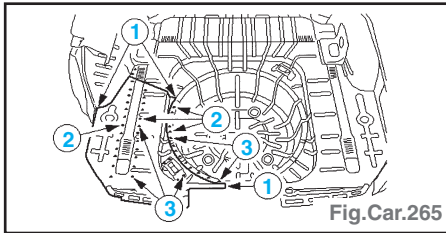

Fig.Car.265
- Souder en cordon continu sous gaz protecteur (1), par bouchonnage (2) et par points (3) (Fig.Car.265).